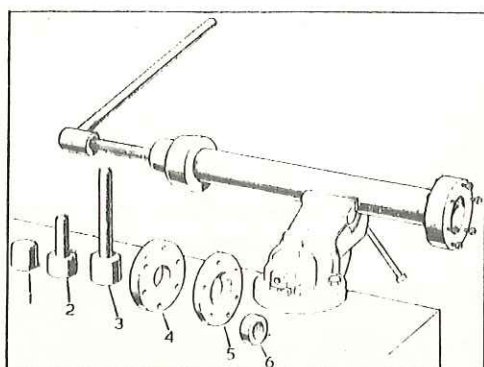
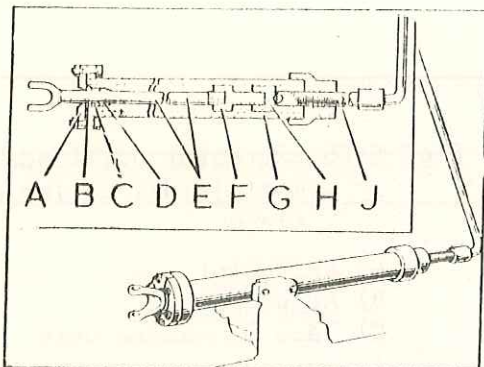

Fig. F-23 Util para el desmontaje y juego de adaptadores, 245178
Fig. F-24 Empleo del útil especial para el desmontaje del semieje exterior
2.1. Utilizando la herramienta especial y el juego de adaptadores (245178), se sujetará firmemente el extractor en un tornillo de banco (Fig. F-23). Se situarán los adaptadores apropiados en el extremo del semieje y se introducirá en el extractor (Fig. F-24).
2.2. Se fijará el eje al extractor haciendo uso del adaptador número 5, A (Fig. F-24).